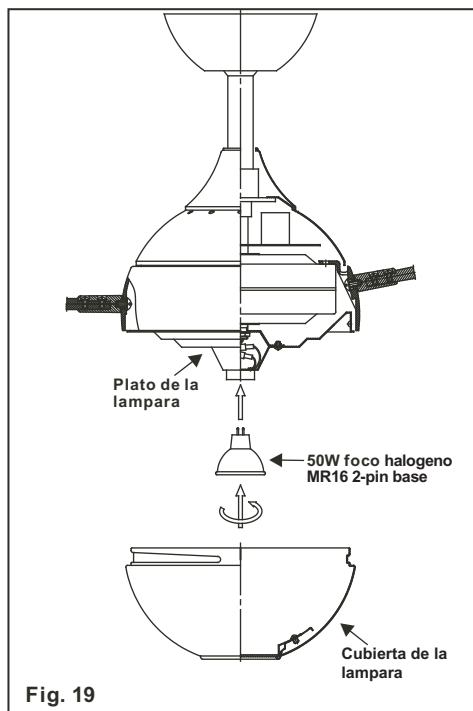

Fig. 19
Paso 1. Instale un focos de halogeno MR16 2-pin base. (Fig. 19)
Paso 2. Cuidadosamente instale la cubierta de la lampara giera hacia la derecha hasta que quede ajustada. NO LA SOBRE -APRIETE. (Fig. 19)
Clima Caliente: Una corriente de aire descendiente crea un efecto refrescante como se muestra en la Fig. 19. esto permite ajustar el aire acondicionado a una temperatura mas alta sin que esto afecte su bienestar.